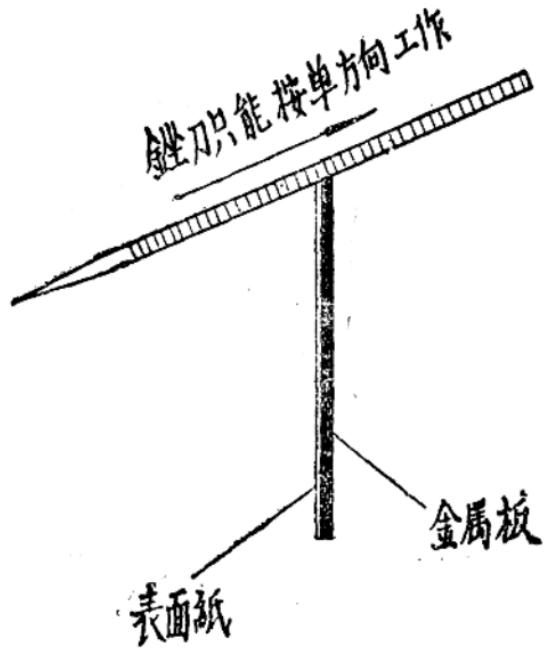

图 3 錄去刻度盤的毛邊圈
7. 表面紙干透以后，用細銼刀把紙的毛邊銼掉，銼時銼刀与刻度盤成 $60^{\circ}$ 至 $70^{\circ}$ 度角（如图3），单方向由表面紙向着金屬板移动，要恰好把紙邊銼掉而銼不到金屬板。